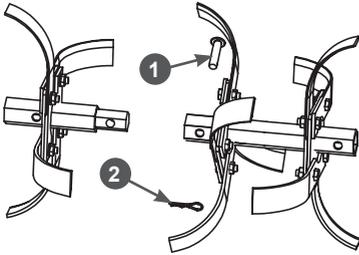

**Рис. 12. Сборка дополнительной секции оси фрезы**
- Установите ножи на дополнительную секцию оси фрезы. В соответствии с рисунком 12 на фланец 4 с внешней его (противоположной хвостовику 5) стороны сначала установите правые ножи 2 (имеющие изгиб в сторону от редуктора), затем, как показано на Рис. 12 установите левые ножи 3 (имеющие изгиб к редуктору). Совместите отверстия в ножах и фланце 4, вставьте в отверстия болты 1, после чего установите пружинные шайбы 6 и закрутите гайки 7 (Рис. 12). Затяните все резьбовые соединения.